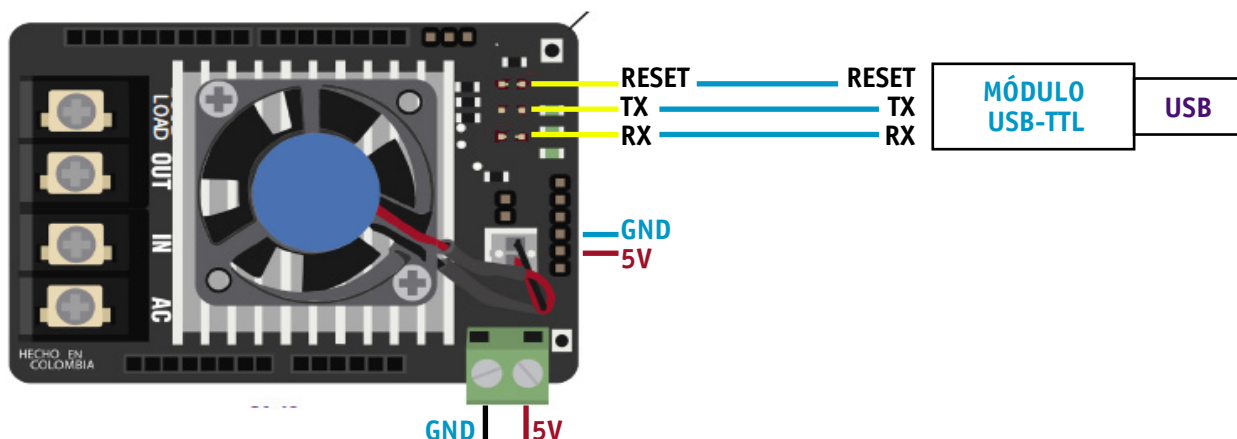

Figura.28. Conexión de dispositivo usb-TTL Módulo SutaPower.
3. El modulo SutaPower debe estar alimentado con 5VDC. Lo puedes alimentar con los 5VDC del dispositivo USB-TTL a través de la bornera 5V o por los puntos indicados en la figura 28.